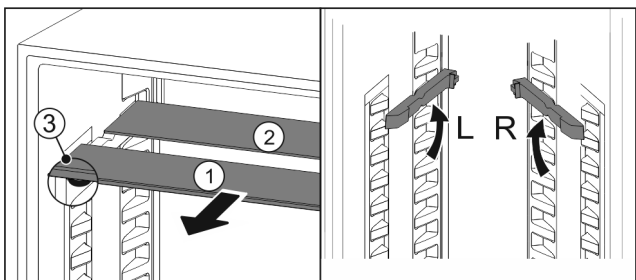

Fig. 25
- ▶ Vytiahnite sklenené dosky jednotlivu dopredu Fig. 25 (1).
- ▷ Sklená doska Fig. 25 (1) s ozdobnou lištou leží vpredu.
- ▷ Zarážky Fig. 25 (3) ukazujú nadol.